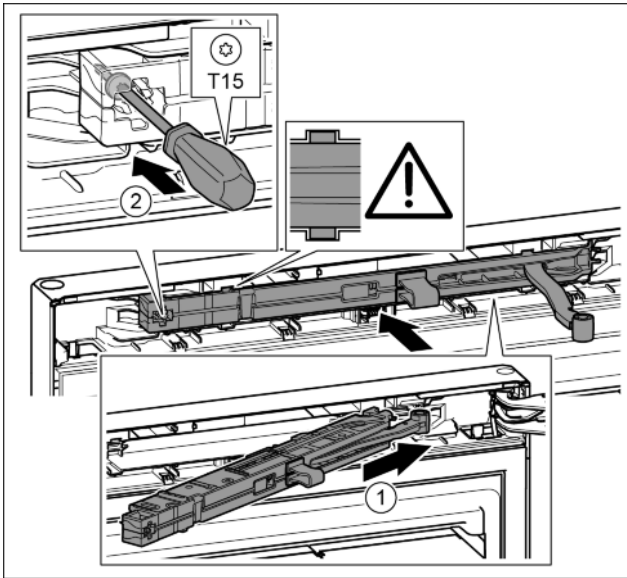

Fig. 39
- ▶ Sluitdempereenheid aan de zijde van de lagerbus tot de aanslag schuin in de uitsparing schuiven. Fig. 39 (1)
- ▶ Schroef met een schroevendraaier T15 vastschroeven. Fig. 39 (2)